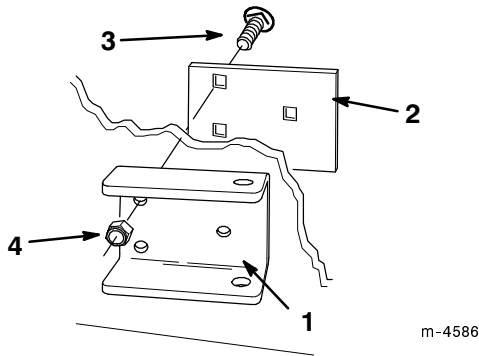

**Abbildung 3**
3. Die seitliche Trägerstange wie in Abbildung 3 gezeigt ausrichten und die Mittelpunkte der drei Löcher markieren (u. U. muss die Position der Trägerstange